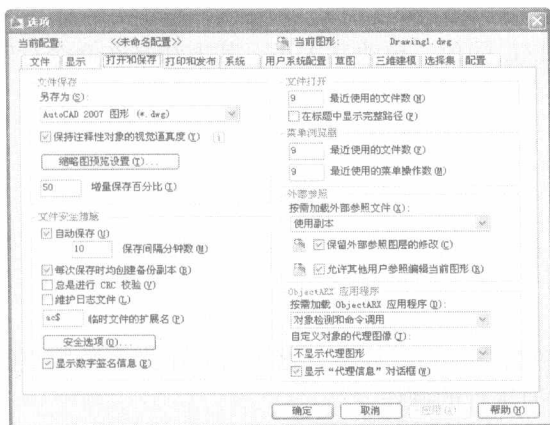

图 1-4 “打开和保存”选项卡
**Step 02** 单击“打开和保存”选项卡，如图 1-4 所示。